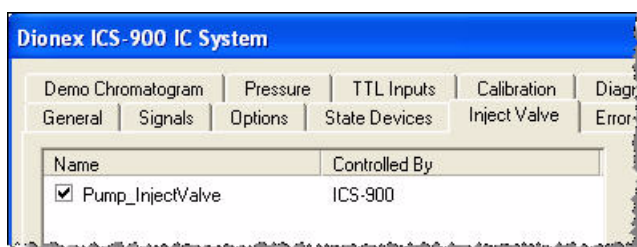

Abbildung 3-13. ICS-900-Eigenschaften: Injektionsventil wird durch ICS-900 gesteuert
- Prüfen Sie, dass bei einem AS40 als Gerät „ICS-900“ angezeigt wird (siehe Abbildung 3-13).